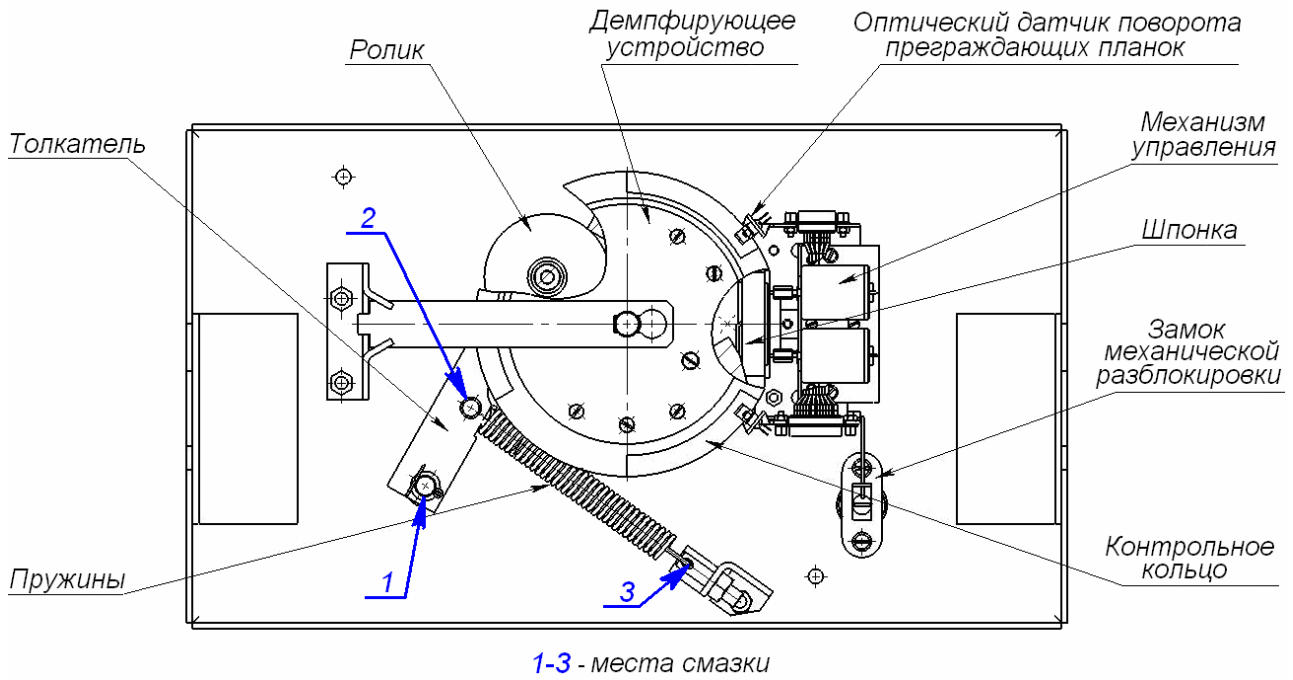

Рисунок 14. Расположение внутренних деталей и узлов стойки ЭП
2. Снимите крышку (3) в порядке, указанном в разд. 6.
4. Осмотрите устройство доворота (толкатель, пружины и ролик), оптические датчики поворота преграждающих планок и демпфирующее устройство (см. рис. 14).
- четыре втулки на устройстве доворота – две на оси вращения толкателя и две на оси крепления пружин, а также отверстия в деталях крепления пружин, по две - три капли масла в каждое место смазки (места смазки указаны на рис. 14);